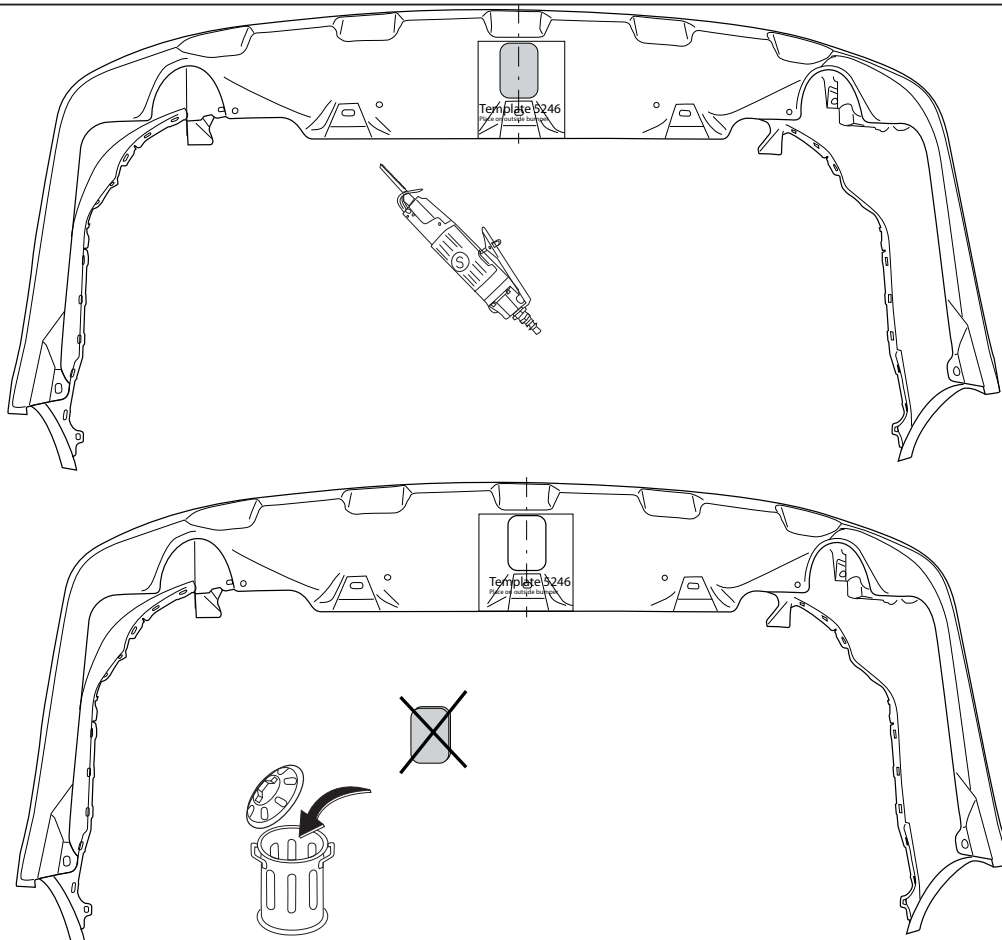

Fig. 2
4. Выпилить указанную часть из бампера при помощи шаблона. (Нанести шаблон на наружную сторону бампера.) См. рисунок 2.